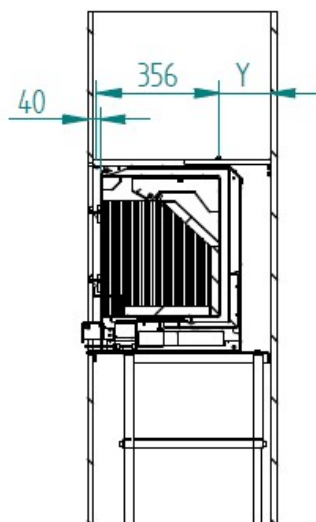

Figura 13 – Distancia del equipo a la cara de la placa de yeso o de la mampostería
11. Una vez colocado el mueble en su sitio, debe tener una distancia de 40 mm desde la cara del cartón yeso o de la mampostería hasta la cara frontal del mueble, para que al instalar el marco quede bien instalado, véase la Figura 13.